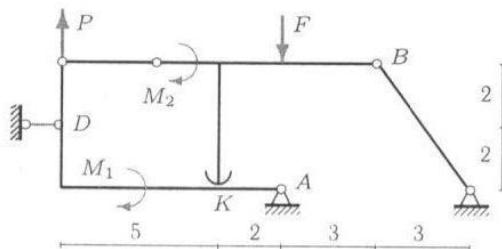

рис. 3
**Задача 3.** Две части составной рамы соединены шарнирным стержнем и односторонней связью в точке  $K$  (гладкая опора). На раму действуют заданные нагрузки  $P = 2$  кН,  $M_1 = 4$  кНм,  $M_2 = 6$  кНм и сила  $F$ . Размеры на рисунке даны в метрах (рис. 3). Для каких значений силы  $F$  система находится в положении равновесия?